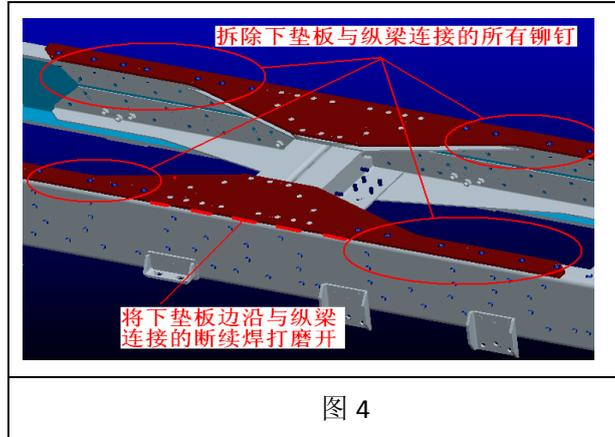

图 4
- c、拆除下垫板与纵梁下翼面连接铆钉，将下垫板边沿的断续焊缝打磨开后去除下垫板（图 4）；